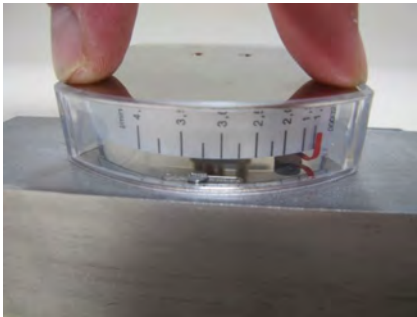

Abb. 65
- 24.** ▶ Anzeige-Deckelplatte in das Kunststoffgehäuse einlegen und vorsichtig drücken (Abb. 65) bis diese einrastet